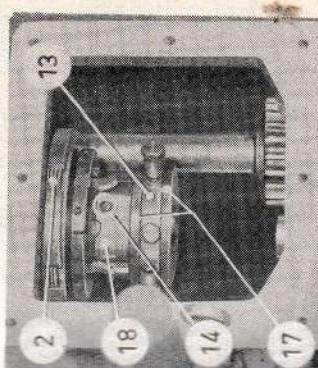

Bild 32
4. Aus Kraftstoffbehälter und Filter wöchentlich den dickflüssigen Schlamm ablassen durch Lösen der Schlamm-Ablaßschraube (Bild 32).